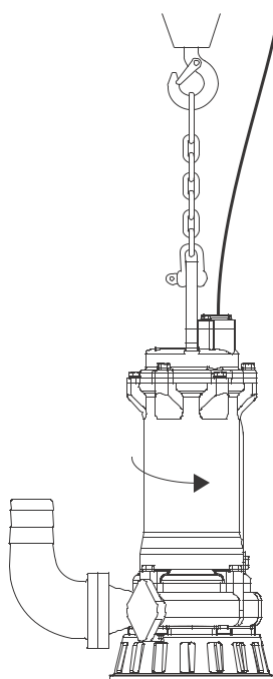

Fig. 8 Sensul smucituri
3. Observați smucitura pompei la pornire. Dacă pompa se mișcă brusc spre stânga, sensul de rotație este corect. Vezi fig. 8.